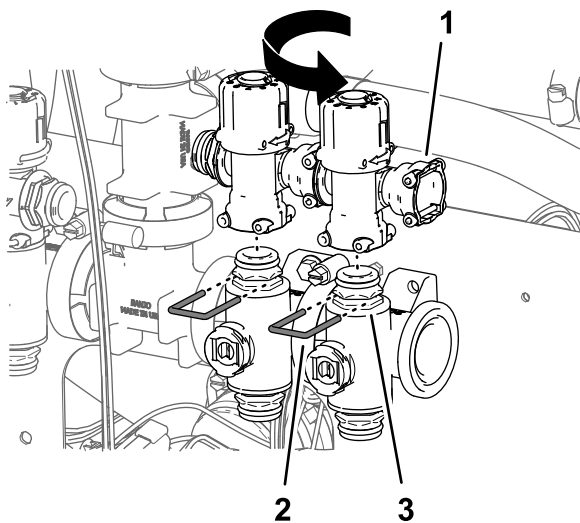

Рисунок 103
8. Повторите действия, описанные в пунктах с 5 по 7, для перепускных клапанов клапана сопла 6 и клапана сопла 7 (Рисунок 103).